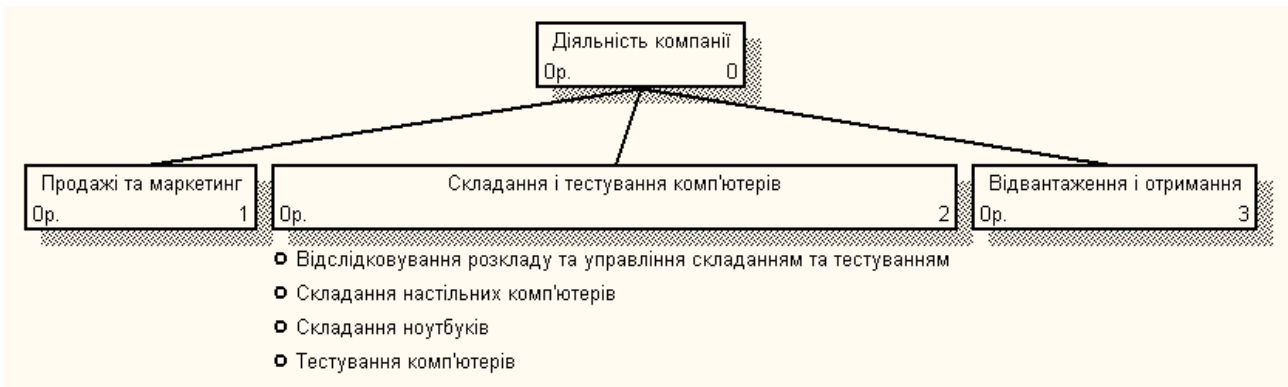

Рисунок 4.3 – Діаграма дерева вузлів
3. Клацніть «Готово», створюється діаграма дерева вузлів. Результат наведено на рис. 4.3.